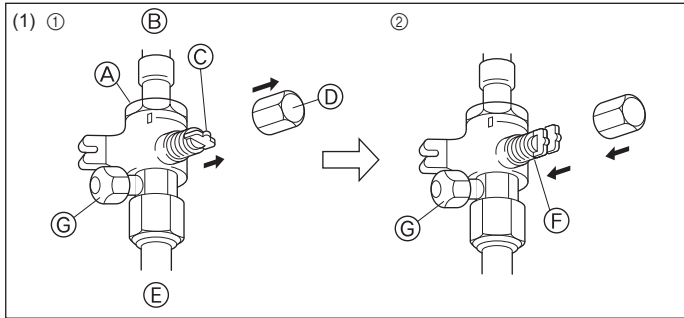
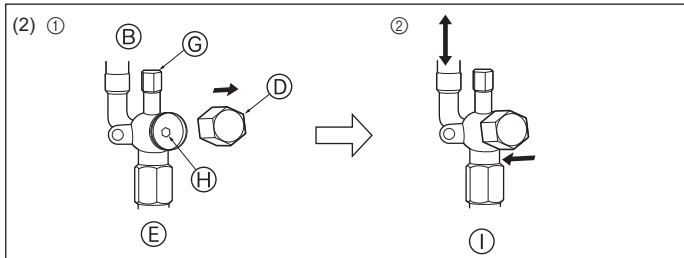

Fig. 4-6
Fig. 4-7
(1) Gaz tarafı (Fig. 4-6)
① Kapağı çıkarın, kolu kendinize doğru çekip saat yönünün tersine 1/4 devir çevirerek açın.
② Stop valfinin tamamen açık olduğundan emin olun, kolu içeri itin ve başlığı çevirerek tekrar ilk konumuna getirin.
(2) Sıvı tarafı (Fig. 4-7)
① Başlığı çıkarın ve 4 mm'lik bir altıgen somun anahtarıyla vana çubuğunu gidebileceği yere kadar saat yönünün tersine döndürün. Tampona dayanınca döndürmeye son verin.